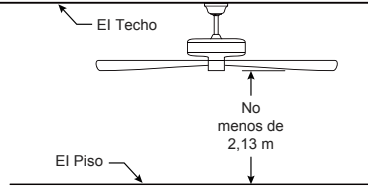

Figura 2
### Uso de perfil profundo (Figura 2)
2. Extraiga la pieza de la bola colgante de la unidad de la bola colgante / varilla aflojando el tornillo de presión de la bola colgante hasta que la bola se libere de la varilla. Retire el pasador del barril y luego extraiga la semiesfera. Conserve el pasador y la semiesfera para su reinstalación en el Paso 7. (Figura 2)
Debe colgar el ventilador a una distancia mínima de 2,13 m desde las aspas hasta el piso. (Figura 2)
Para evitar una posible descarga eléctrica, asegúrese de cortar la alimentación eléctrica de la caja de fusibles principal antes de alambrao el ventilador. (Figura 2)
2. Coloque y ajuste firmemente la cubierta para el tornillo de la base sobre los tornillos de reborde de la abrazadera para colgar mediante el mecanismo de seguro por giro del chavetero. (Figura 2)
2. Fije la cubierta de aspa al volante del motor mediante los 3/16"-24 tornillo de cabeza plana. (Figura 2)
2. Instale la carcasa de interruptor en el soporte utilizando las dos ranuras principales de conexión. Vuelva a colocar el tornillo retirados previamente y asegure los tres tornillos. (Figura 2)
2. Restaure la fuente de alimentación de la toma de corriente enciendi la electricidad del fusible principal. (Figura 2)